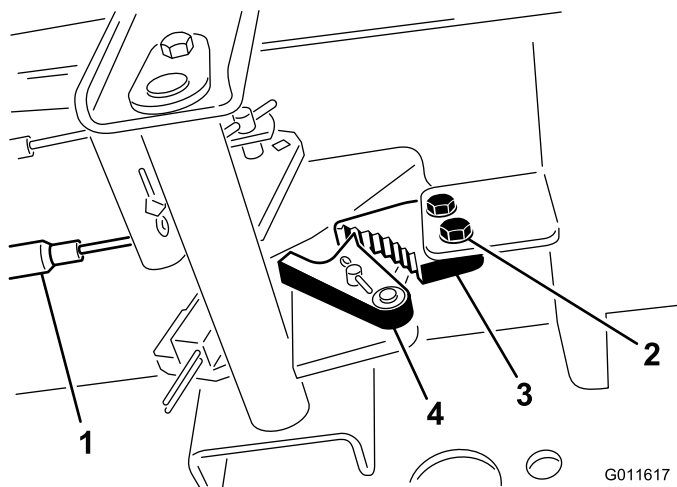

図 68
1. 駐車ブレーキのツメをフレームに固定しているネジ2本をゆるめる 図 68。
2. ブレーキのツメが戻り止めに完全に掛かるまで駐車ブレーキペダルを前に踏み込む 図 68。